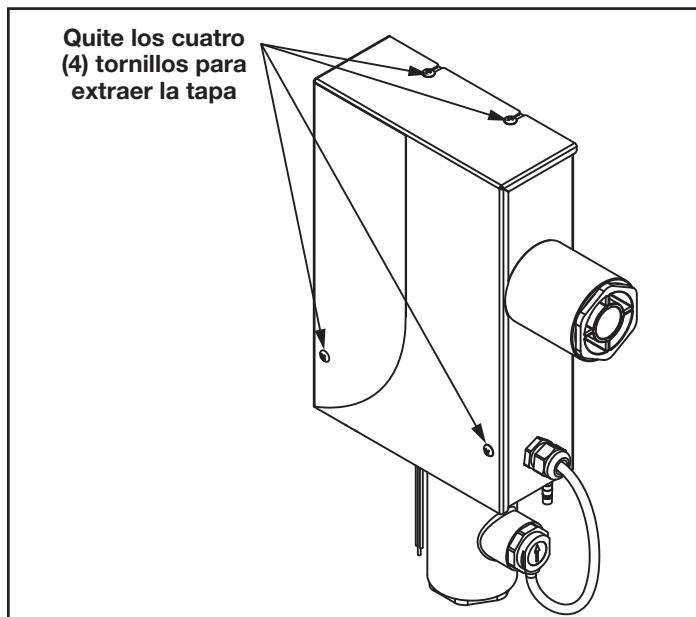

Figura 1. Extracción de la tapa de la unidad AOP Jandy fuera de la tubería
2. Use un destornillador Phillips para quitar los cuatro (4) tornillos que sujetan la tapa superior. Guárdelos para volver a colocarlos después. Consulte la Figura 1.